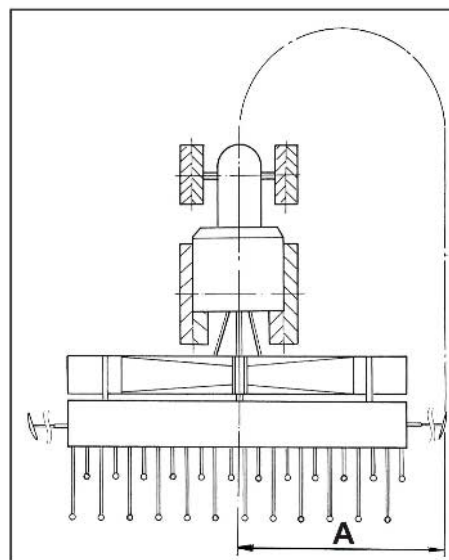

Рис. 54
4. Установите длину маркера на промежутке "А" (Рис. 54).
Промежуток А измеряется (Рис. 54):